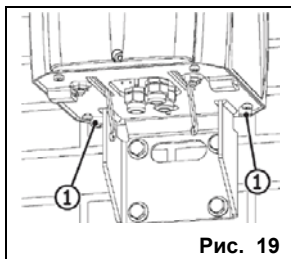

Рис. 19
- Затянуть два винта с задней стороны модуля (рис. 19, поз. 1).